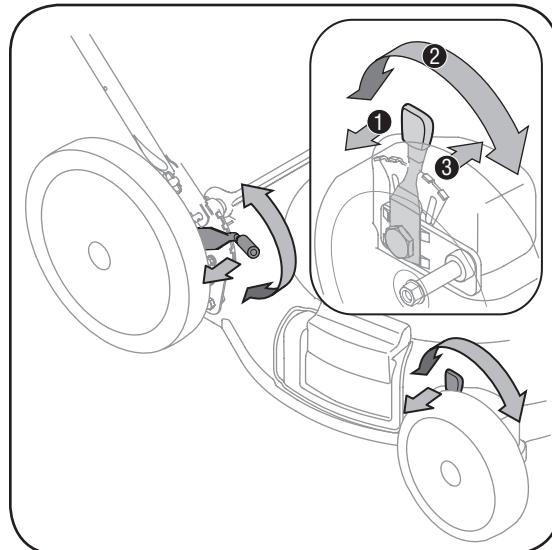

Figura 3-8: Utilice las palancas para ajustar la altura de corte.
2. Muévela a cualquier de las posiciones para la altura de corte deseado, Figura 3-8. Asegúrese de que cada rueda esté posicionada a la misma altura.